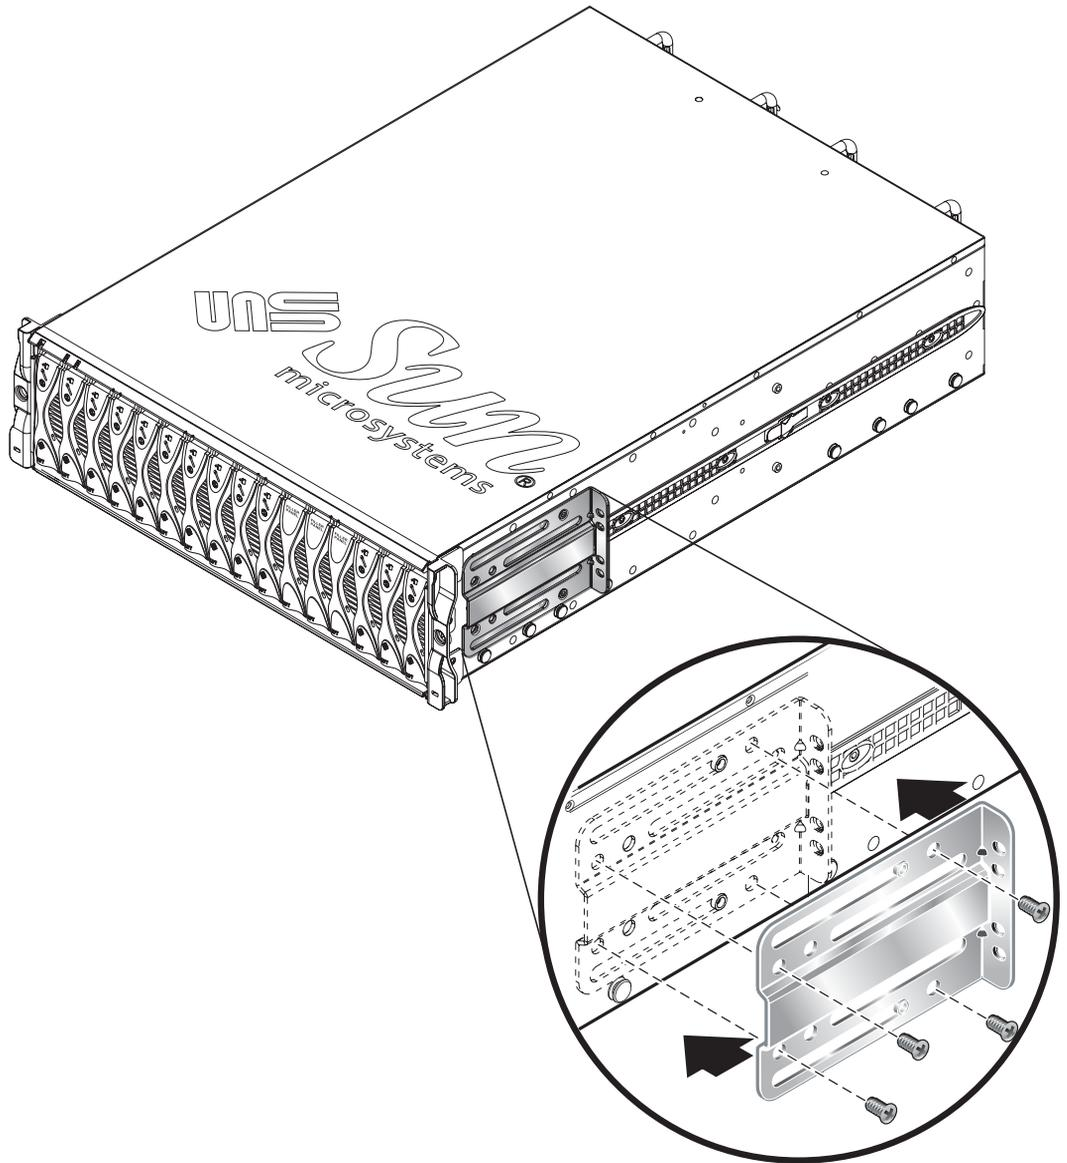

FIGURE 3-10 Fixation au châssis des équerres avant pour armoire à deux colonnes (armoire 19" à deux colonnes)
3. Fixez les équerres avant au châssis (FIGURE 3-10).